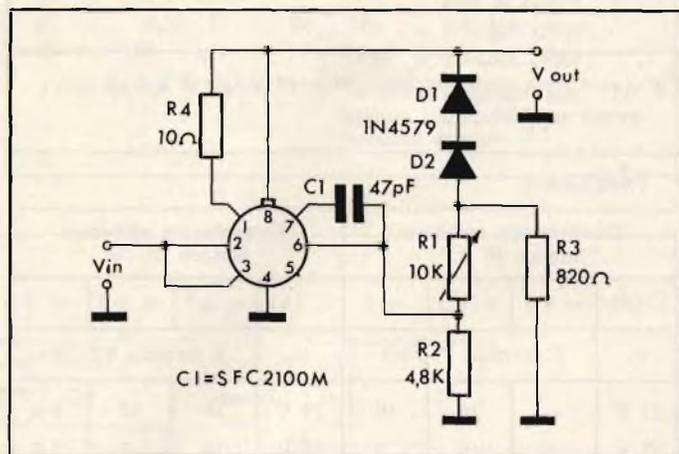

Fig. 1 - Alimentatore autoregolato a 15 V, da 0 a 10 mA.
Fig. 1 - Circuito elettronico tipo del regolatore continuo di luminosità. Il DIAC, inserito in serie al gate, permette il pilotaggio del TRIAC senza dover ricorrere a un condensatore C di eccessiva capacità. Il circuito, secondo le norme CSFR, deve essere provvisto di un filtro (L_f e C_f) per evitare disturbi alle ricezioni radio e televisive. In serie al regolatore deve essere collegato un interruttore o altri organi di manovra come due deviatori, deviatori e invertitori, ecc.
L'ottimale soluzione al problema preposto è oggi offerta da un dispositivo elettronico, il regolatore continuo di luminosità, le cui caratteristiche dipendono da un particolare componente denominato TRIAC o diodo controllato bidirezionale (3). Riportiamo in fig. 1 un circuito elettronico tipo di tale apparecchio.
Si ottiene questo risultato ritardando rispetto alle sinusoidi della tensione e della corrente, tra loro in fase, l'istante in cui il diodo viene innescato mediante il condensatore C e la resistenza regolabile R (fig.1).
zioni o diverse circuitazioni rispetto ai tipi tradizionali in quanto, come si evidenzia in fig. 1, il numero dei conduttori è identico.